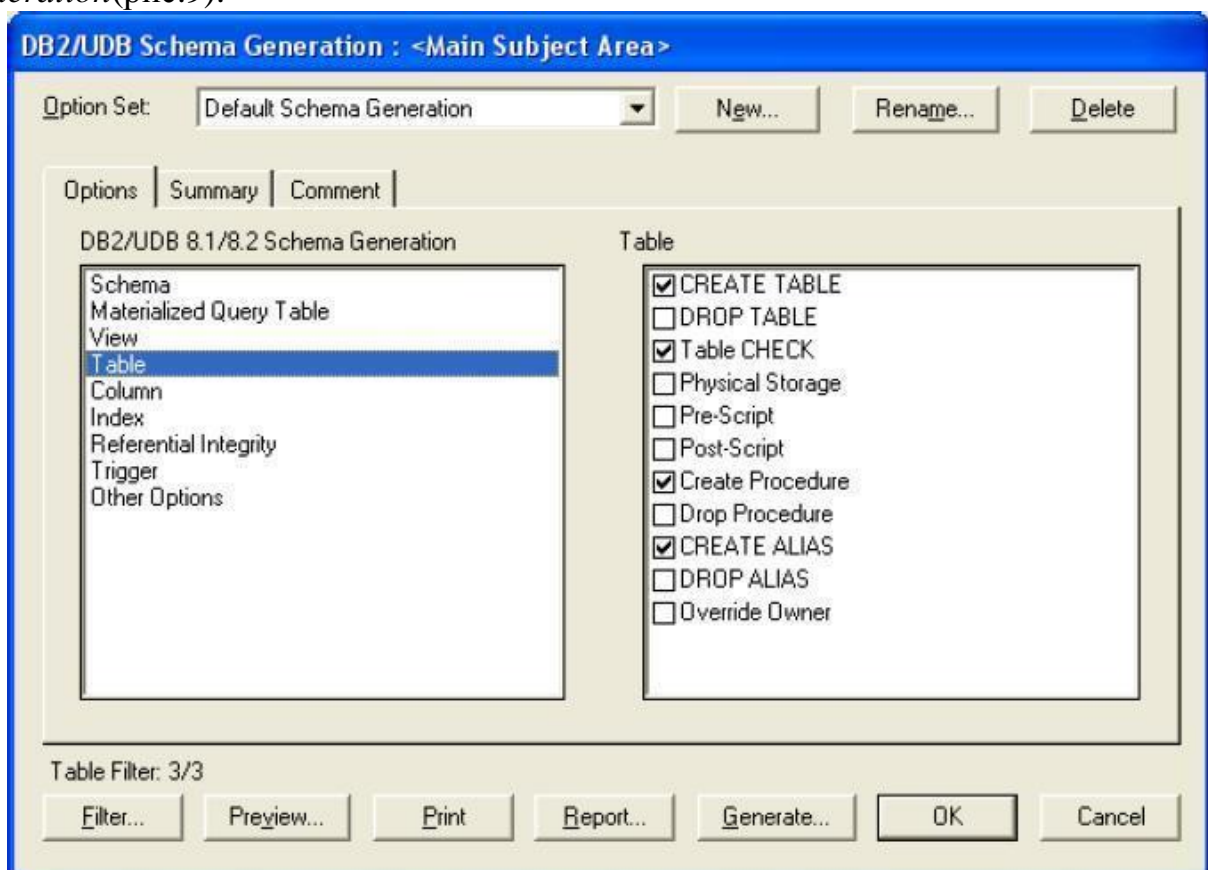

Рисунок 9.Окно генерации SQL-скриптов для целевой СУБД
- По готовой физической схеме можно сгенерировать скрипты для выбранной СУБД. Для этого предназначен пункт меню *Tools -> Forward Engineering/Schema Generation*(рис.9).